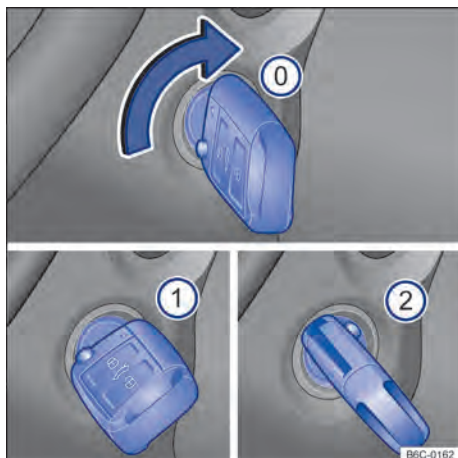

Fig. 91 Ao lado do volante, à direita: posições da chave do veículo no cilindro da ignição.
Posições da chave do veículo → Fig. 91
- ① Ignição desligada. A chave do veículo pode ser retirada.
- ① Ignição ligada.
- ② Pisar no pedal do freio (*veículos com transmissão automática*), ou no pedal da embreagem (*veículos com transmissão manual*) e ligar o motor. Quando o motor pegar, soltar a chave da ignição. Ao soltar, a chave do veículo retorna à posição → Fig. 91 ①.
- *Veículos com cilindro da ignição*: girar a chave do veículo na posição → Fig. 91 ①. A ignição está ligada. Nesse instante a luz de controle do sistema de partida aquecida  irá se acender no instrumento combinado. Aguardar que a luz de controle  se apague indicando o término do aquecimento do combustível (esta ação poderá ser necessária em condições de partida com o motor frio).
- *Veículos com cilindro da ignição*: girar a chave do veículo no cilindro da ignição para a posição → Fig. 91 ② – não acelerar. Quando o motor começar a funcionar, soltar a chave do veículo no cilindro da ignição.
- *Veículos com cilindro da ignição*: girar a chave do veículo no cilindro da ignição na posição → Fig. 91 .